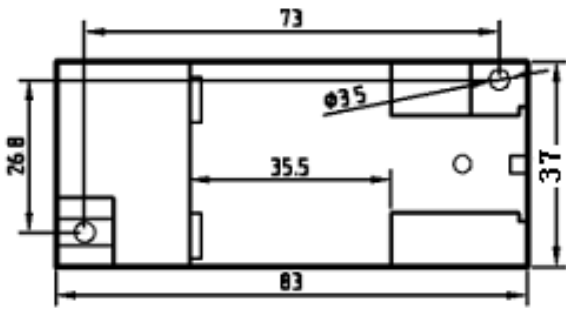

图 8 安装尺寸图
产品采用 DIN35 导轨式安装或螺钉固定安装，其安装尺寸如图 8 所示。
- ① 把变送器固定卡槽一侧勾在安装导轨上；
- ② 向下牵动弹簧销；
- ③ 使变送器卡口套在安装导轨上；
- ④ 松开弹簧销，变送器卡在安装导轨上。
- ① 按图 8 所示的螺孔位置在固定板上打直径为 3mm 孔；
- ② 使用 $\Phi 3$ 的螺钉插入孔中固定。